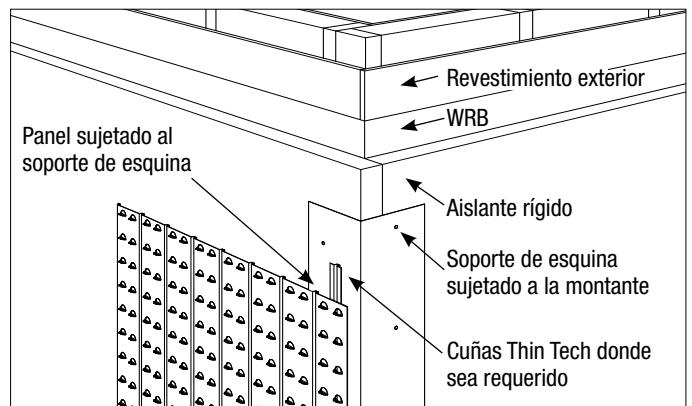

FIGURA 2 (TAMBIÉN VEA LA FIGURA 3 – PÁGINA 11)
- Alinee el borde de la cuña Thin Tech detrás del borde cortado del panel (con el canal abierto hacia el exterior) y fíjelo a la pared (vea la Figura 2). Fije el borde del la pared cada 8 pulg. verticalmente a través del canal de la cuña.